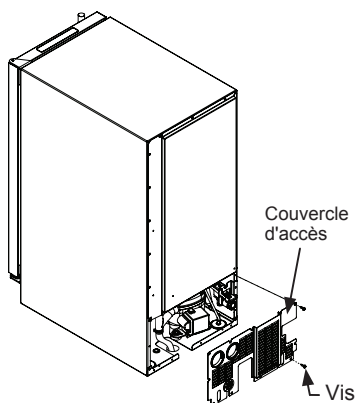

Figure 3
6. Enlevez le couvercle d'accès de l'arrière de la machine à glaçons (Figure 3).